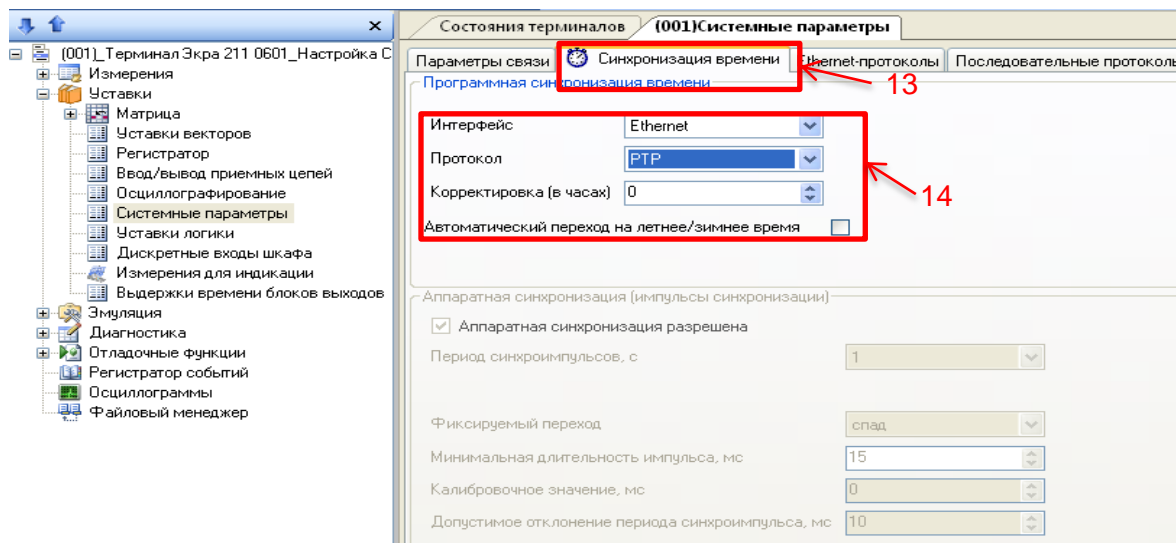

Рисунок 13 – Настройка синхронизация времени по протоколу **PTPv2**
3.1.6 Далее во вкладке **Синхронизация времени** (см. рисунок 13, обозначение 13) выбрать интерфейс **Ethernet** и протокол синхронизации времени **PTP** (см. рисунок 13, обозначение 14).
3.1.7 Задать значение корректировки внутренних часов терминала в часах относительно всемирного координированного времени (UTC) в соответствии с проектом. Если в проекте уставка не задана, то задать ее в соответствии с часовой зоной, в которой используется терминал. Корректировка используется для установки местного времени при синхронизации терминала в системе UTC (см. рисунок 13, обозначение 14).